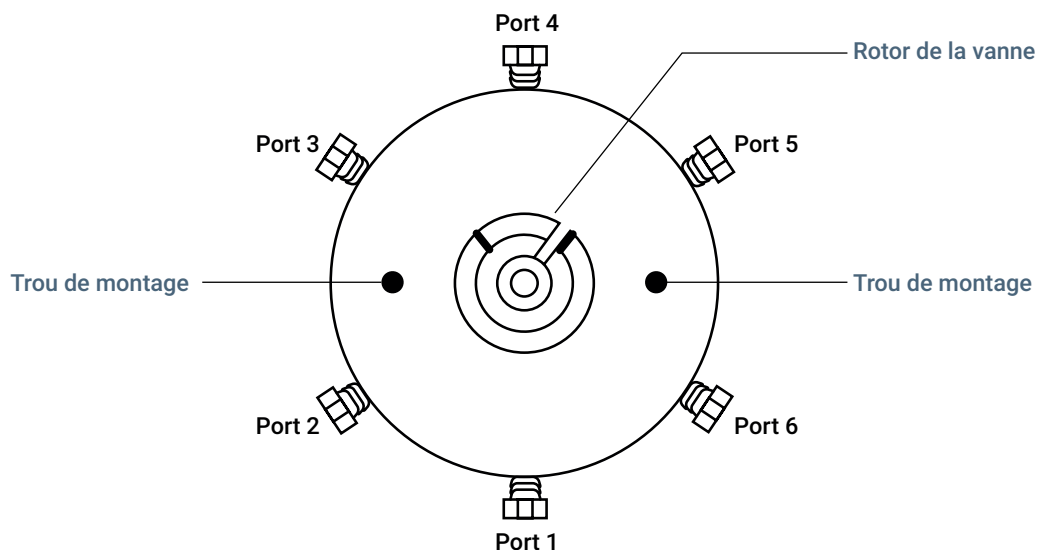

Figure 24. Vanne à 6 ports et rotor de la vanne
- 9 Mettez le nouveau rotor en place, à l'aide d'un petit stylo aimant, sur la vanne à 6 ports de façon à ce que la lettre du diamètre intérieur du rotor soit face au port 4 (**Figure 24**).